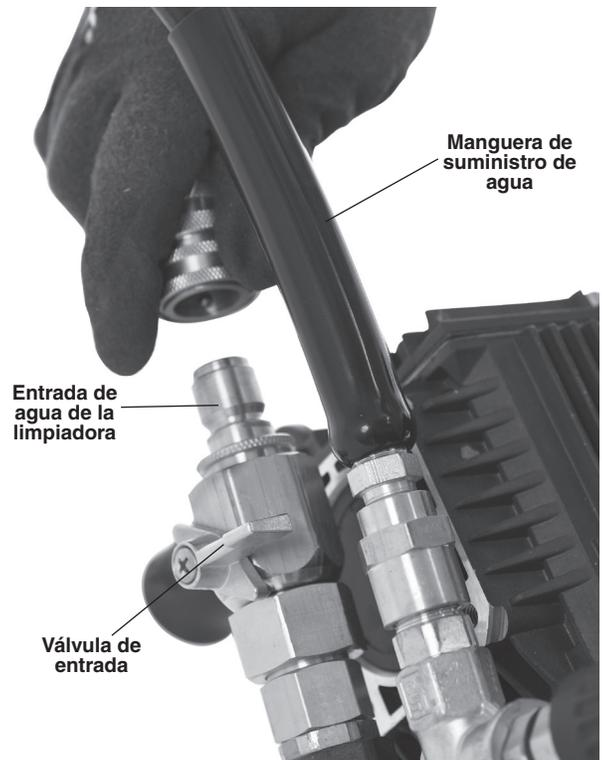

Figura 3 – Conexión de la manguera de suministro de agua a la limpiadora. Cierre la válvula de entrada (está cerrada en la imagen).
- Conecte el acoplamiento rápido a la manguera de entrada de agua. Conecte la manguera de suministro de agua a la entrada de la limpiadora y cierre la válvula de entrada (Figura 3).